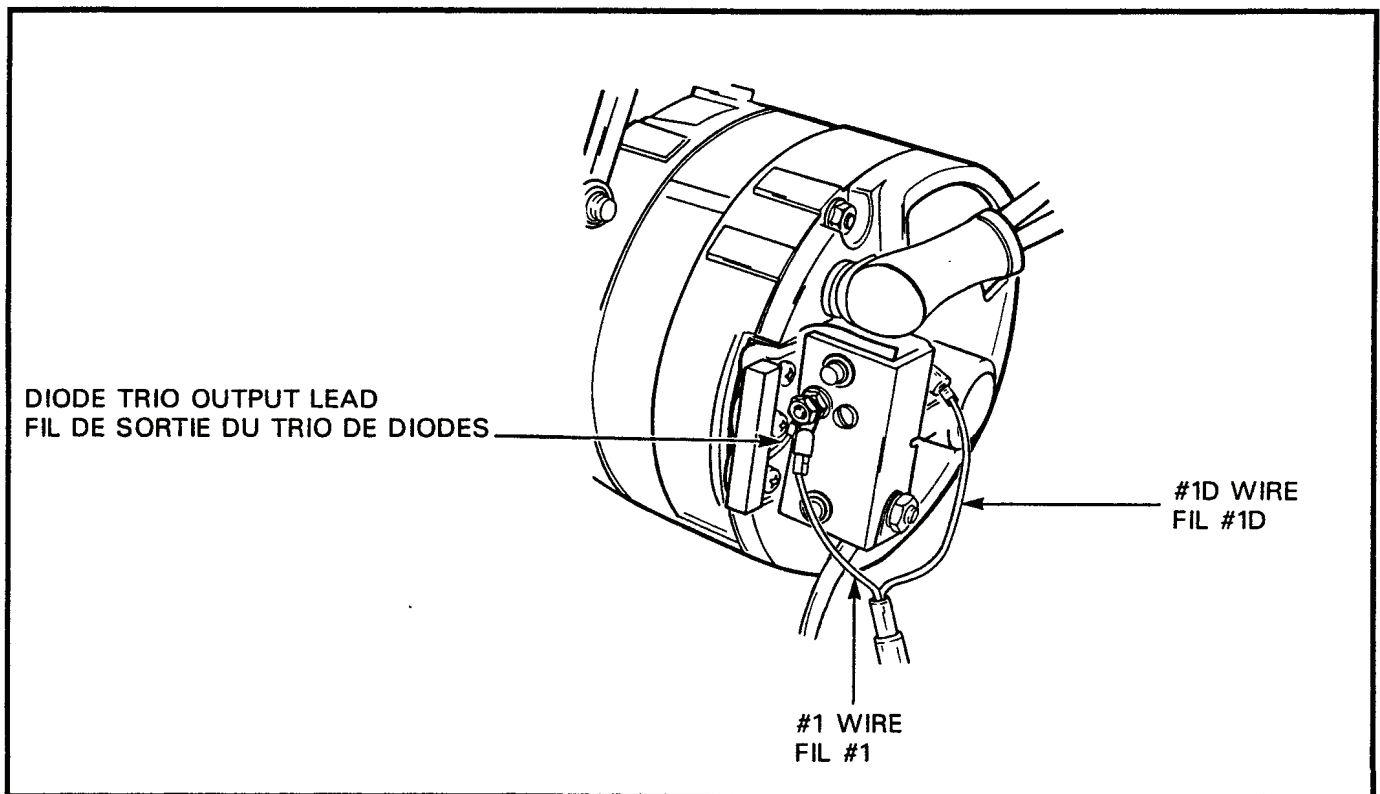

Figure 2-8-10 Diode Trio Output Lead and #1 Wire
- b. Disconnect the diode trio output lead and the #1 wire from the regulator, see Figure 2-8-10.
- b. Débrancher le fil de sortie du trio de diodes et le fil #1 du régulateur, voir figure 2-8-10.